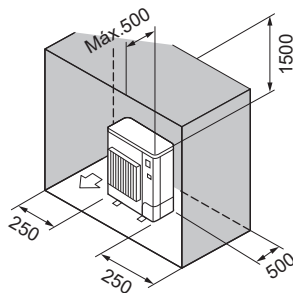

Fig. 2-12
- (6) Obstáculos apenas na parte de trás, nos lados e por cima (Fig. 2-12)